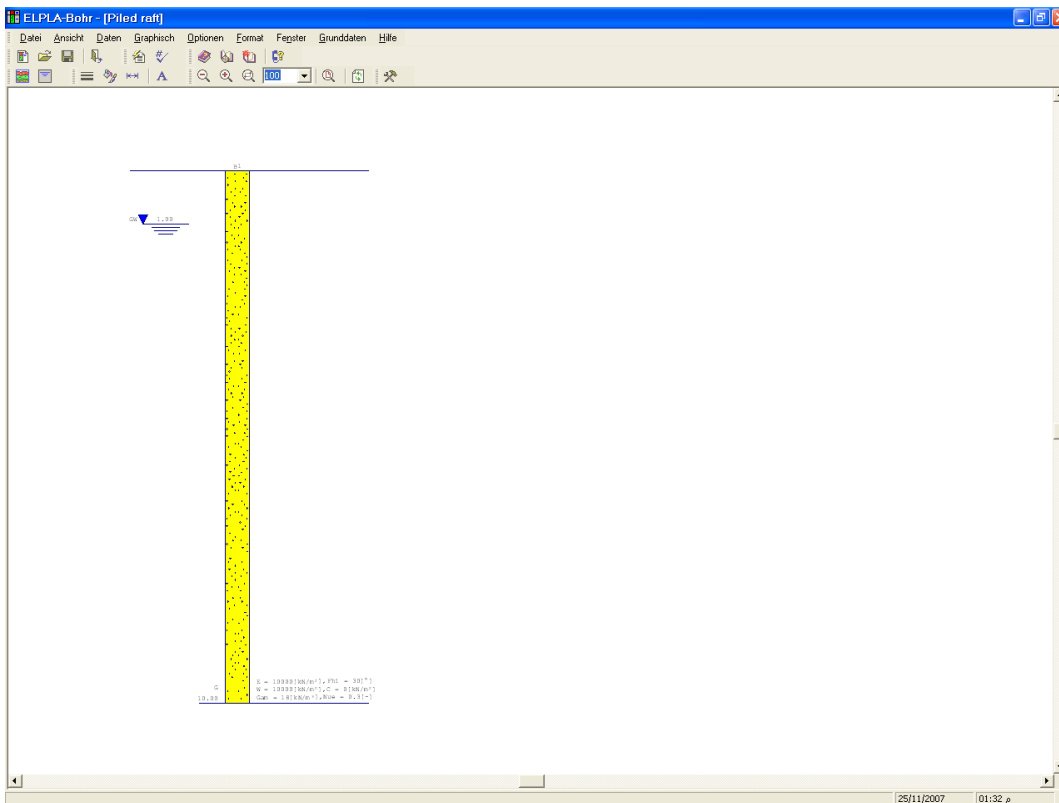
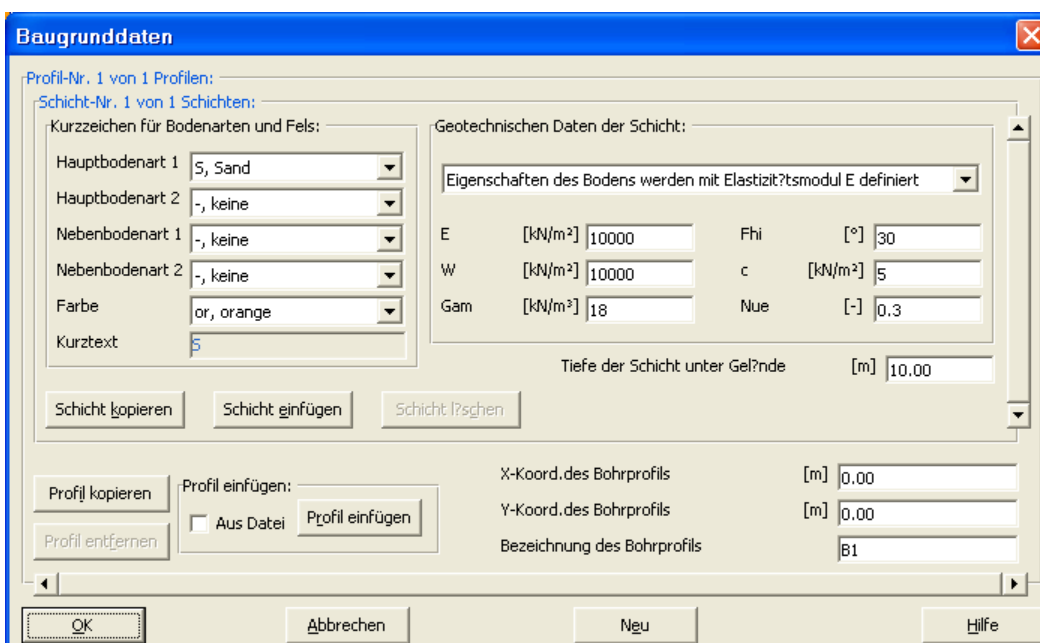
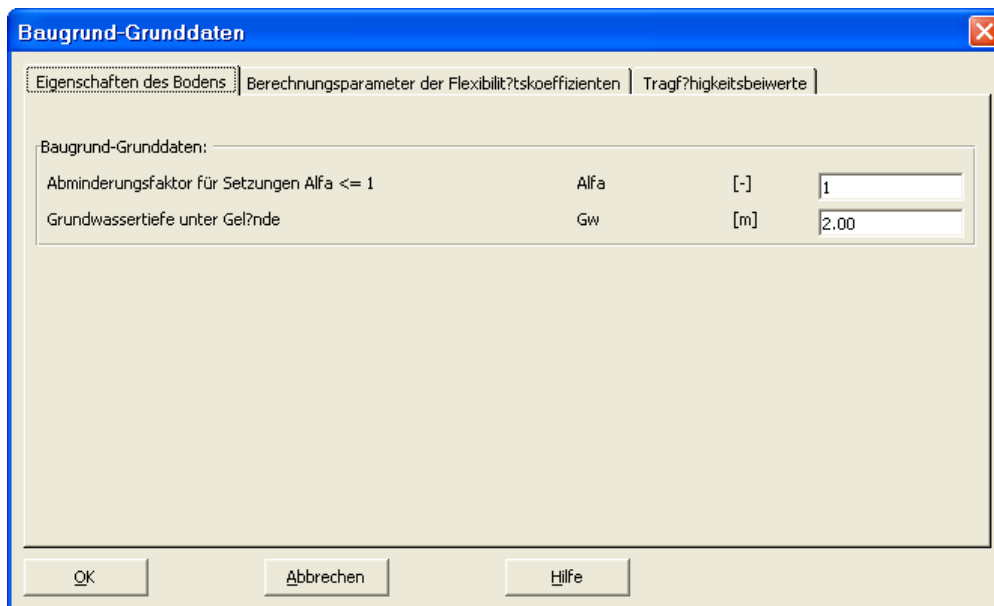

Bild 12-20 Unterprogramm *ELPLA-Bohr* mit einem Standardbohrprofil
Bild 12-21 Dialogfeld "Baugrunddaten"
Bild 12-22 Dialogfeld "Baugrund-Grunddaten"
- Wählen Sie "Baugrunddaten" aus dem "Daten"-Menü des *ELPLA-Daten*-Fensters. Das folgende Unterprogramm im Bild 12-20 erscheint mit einem Standardbohrprofil
- Wählen Sie im Fenster von Bild 12-20 den Befehl "Baugrunddaten" aus dem "Daten"-Menü. Das folgende Dialogfeld im Bild 12-21 mit Standardbohrprofildaten erscheint
Im Dialoggruppenfeld "Geotechnische Daten der Schicht" im Bild 12-21 definieren Sie die geotechnischen Daten der ersten Bodenschicht wie folgt:
- Wählen Sie "U, Schluff" als die Bodenart im "Hauptbodenart 1"-Kombinationsfeld im Dialoggruppenfeld "Kurzzeichen für Bodenarten und Fels" (Bild 12-21). Die Farbe des Bohrprofils nach DIN 4023 wird automatisch erstellt. Der Benutzer kann diese ändern, falls gewünscht. Auch wird ein kurzer Text "U" automatisch für Schluff erstellt
- Klicken Sie auf die Schaltfläche "Sch. Kopieren" im Bild 12-21. Eine Schicht mit den Eigenschaften der ersten Schicht wird kopiert
Um in Bild 12-21 die Koordinaten und Bezeichnung des Bohrprofils einzugeben
- Wählen Sie den Befehl "Baugrund-Grunddaten" aus dem "Daten"-Menü im Bild 12-20. Das folgende Dialogfeld im Bild 12-22 erscheint
- In diesem Dialogfeld geben Sie den Abminderungsfaktor für die Setzung α [-] und die Grundwassertiefe unter Gelände G_w [m] ein, wie im Bild 12-22 gezeigt
- Klicken Sie auf "OK" im Dialogfeld "Baugrund-Grunddaten" von Bild 12-22